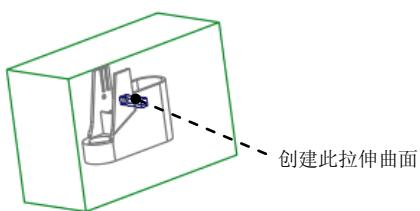
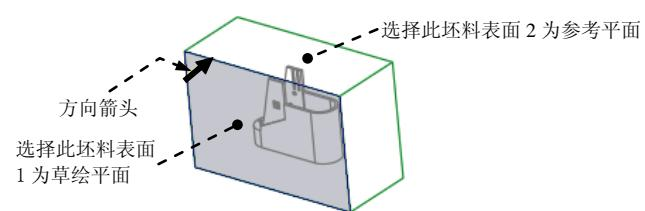

图 19.6 创建拉伸曲面
图 19.7 定义草绘平面
Step3. 通过拉伸的方法创建图 19.6 所示的曲面。
(1) 单击 **编辑模具体积块** 操控板 **形状** ▾ **区域** 中的 **拉伸** 按钮, 此时系统弹出“拉伸”操控板。
(2) 选择 **视图** 功能选项卡 **模型显示** ▾ **区域** 中的“显示样式”按钮 , 按下 **消隐** 按钮, 将模型的显示状态切换到实线线框显示方式。
(3) 定义草绘截面放置属性。右击, 从弹出的菜单中选择 **定义内部草绘...** 命令; 在系统 **选择一个平面或曲面以定义草绘平面** 的提示下, 选取图 19.7 所示的坯料表面 1 为草绘平面, 接受图 19.7 中默认的箭头方向为草绘视图方向, 然后选取图 19.7 所示的坯料表面 2 为参考平面, 方向为 **上**, 单击 **草绘** 按钮, 此时进入草绘环境。